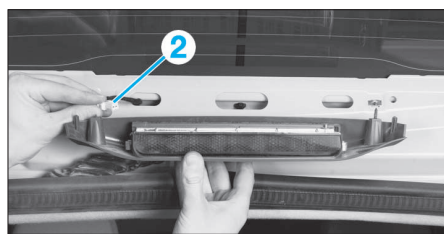

FIG. 97
• Débrancher le connecteur (2) (Fig.97).